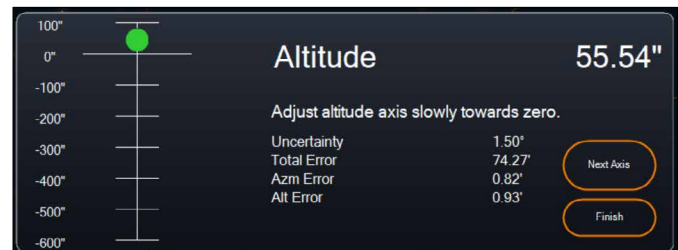

Fig. 19: Finestra Regolazione dell'asse di altitudine durante l'allineamento polare in CPWI.
5. Fare clic su "Asse successivo" quando si è finito di apportare modifiche all'azimut. Appare la finestra di regolazione dell'asse dell'altitudine (Fig. 19).